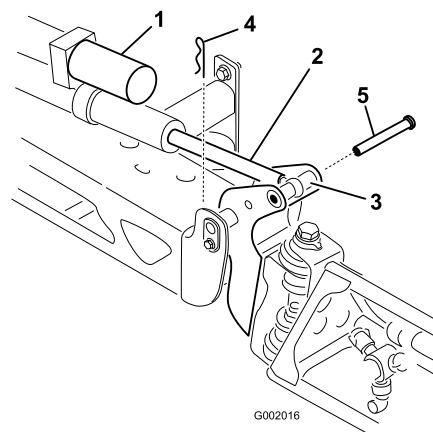

Figura 42
2. Retire o contrapino do pino de articulação (Figura 42).
3. Levante a rampa e retire o pino (Figura 42). Faça descer lentamente a rampa até ao solo.
6. Levante a rampa para alinhar a articulação com a barra do accionador. Enquanto segura na rampa, insira o pino através tanto da articulação da rampa como da barra do accionador (Figura 42).